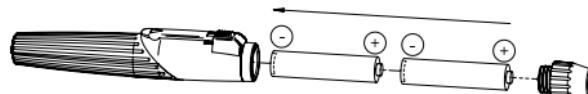

Bild 3
Skruta upp huvud (3) och skaka ut de batterierna. Sätt i de nya batterierna med pluspolen mot handtagets topp (Bild 3).